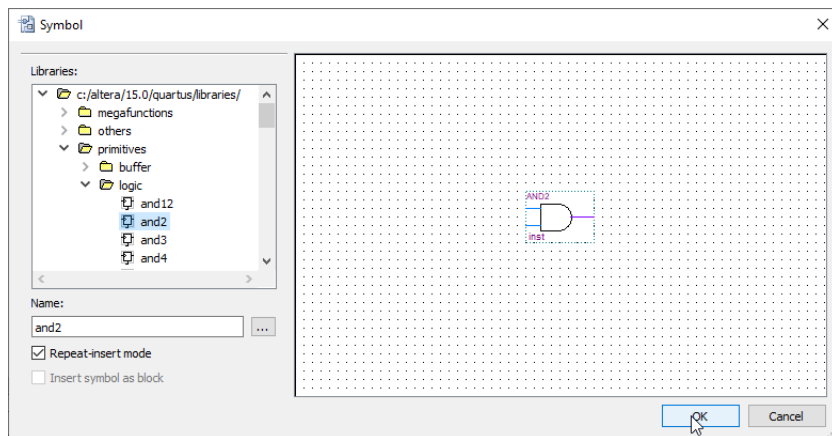

Figura 23: Prévia do símbolo escolhido para esquemático
3. Na pasta **logic**. Seleccionar a primitiva **and2**. Uma réplica do símbolo aparece na caixa de diálogo (Figura 23). Clique em **Ok**